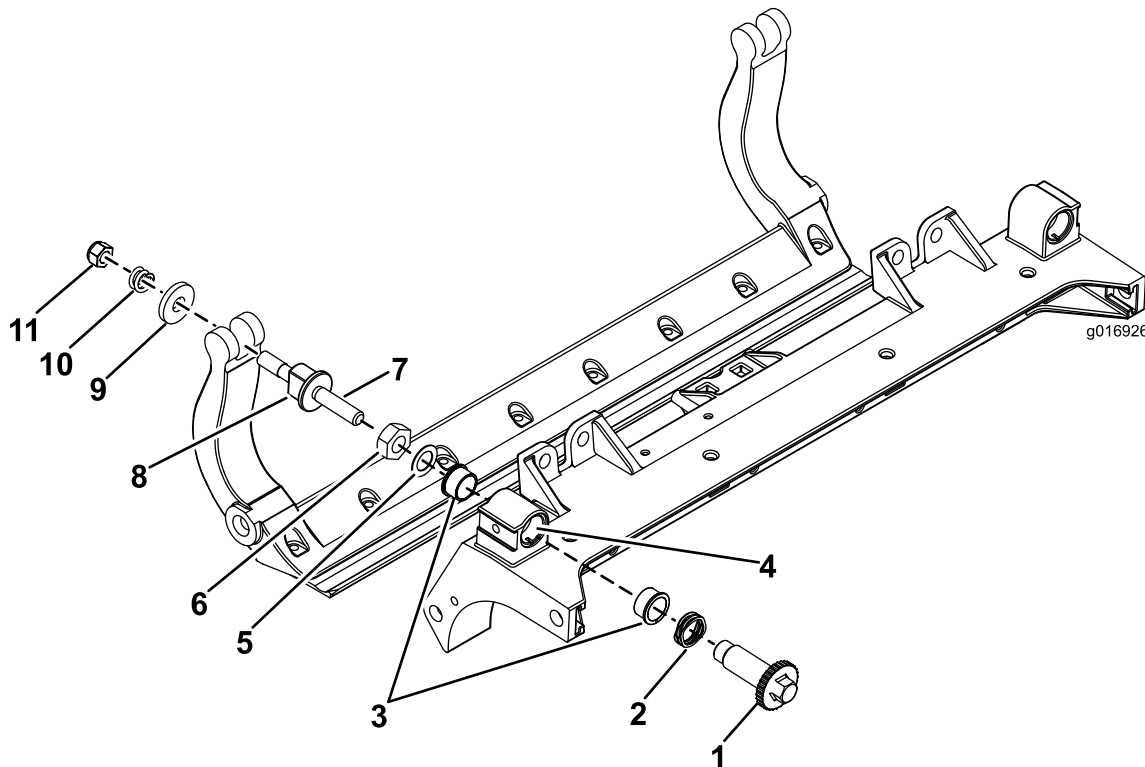

Рисунок 35
1. Снимите все детали (см. *Инструкции по установке* для HD комплекта DPA и Рисунок 35).
2. Нанесите противозадирный состав на внутреннюю поверхность втулки на внутренней поверхности втулки на центральной раме режущего блока (Рисунок 35).
3. Совместите шпонки фланцевых втулок с прорезями в раме и установите втулки (Рисунок 35).
4. Установите волнистую шайбу на вал регулятора и вставьте вал регулятора во фланцевые втулки, установленные в раме режущего блока (Рисунок 35).
5. Закрепите шпindelь регулятора с помощью плоской шайбы и контргайки (Рисунок 35).
12. На нейлоновые шайбы установите стальные шайбы (Рисунок 35).
Примечание: Шайбы с внутренней стороны могут иметь зазор (Рисунок 35).
15. Затяните гайку на каждом узле регулировки планки неподвижного ножа до полного сжатия пружины, а затем отпустите гайку на ½ оборота (Рисунок 35).